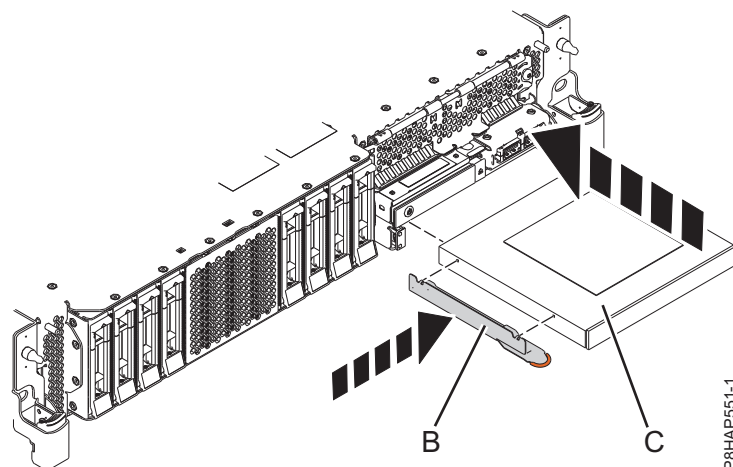
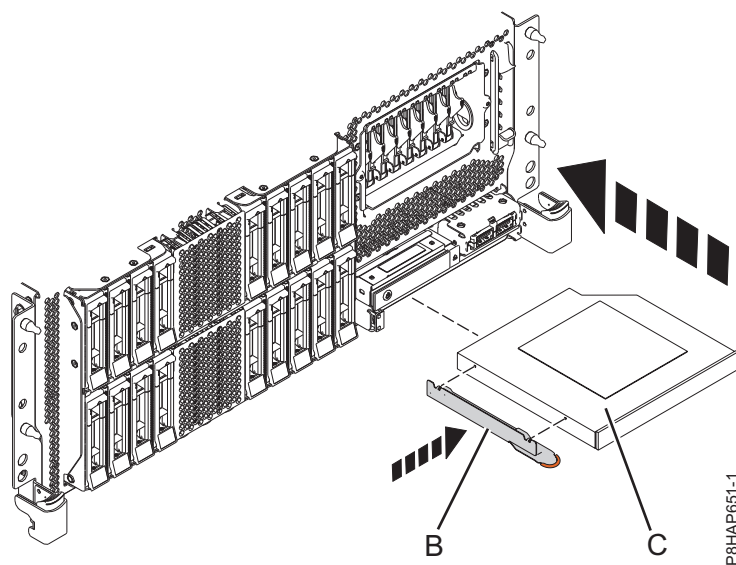
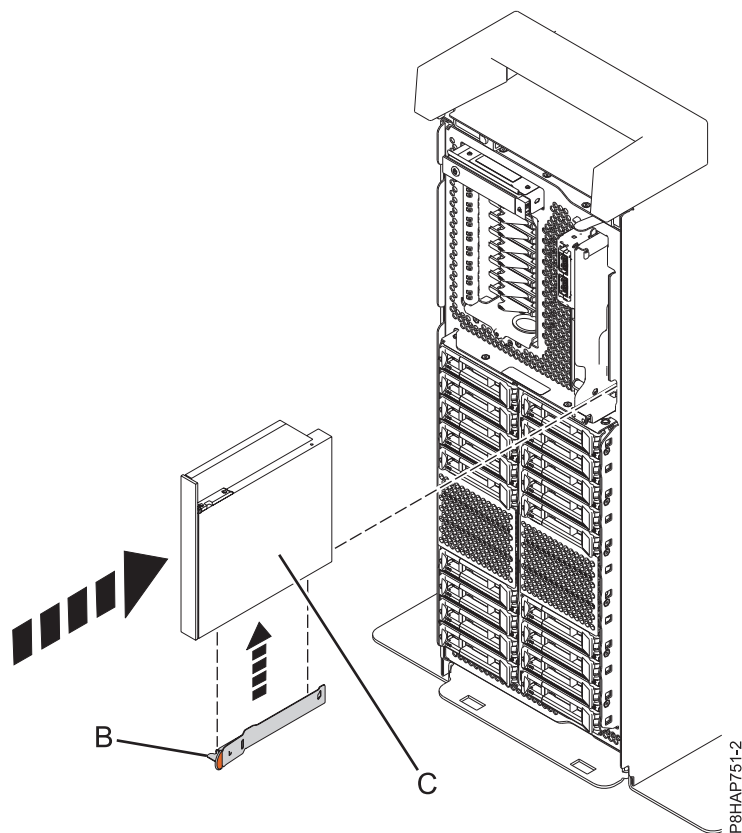

Figura 34. Substitució d'un dispositiu de suport d'emmagatzematge extraplà en un sistema 8284-21A o 8284-22A
Figura 35. Substitució d'un dispositiu de suport d'emmagatzematge extraplà en un sistema 8286-41A o 8286-42A muntat en bastidor
Figura 36. Substitució d'un dispositiu de suport d'emmagatzematge extraplà en un sistema autònom
6. Fixeu la peça de subjecció **(B)** al dispositiu de suport d'emmagatzematge extraplà nou, com es mostra a El model Figura 34 a la pàgina 43 per un sistema 8284-21A o 8284-22A, el model Figura 35 a la pàgina 43 per un sistema 8286-41A o 8286-42A muntat en bastidor o el model Figura 36 a la pàgina 44 per un sistema 8286-41A autònom.
7. Alineeu el dispositiu de suport d'emmagatzematge extraplà (C) amb el compartiment de suports d'emmagatzematge i subjecteu el dispositiu per la part inferior mentre el desplaceu fins a la meitat del sistema.
Per un sistema 8284-21A o 8284-22A, consulteu Figura 34, per un sistema 8286-41A o 8286-42A muntat en bastidor, consulteu Figura 35 o per un sistema 8286-41A autònom, consulteu Figura 36 a la pàgina 44.